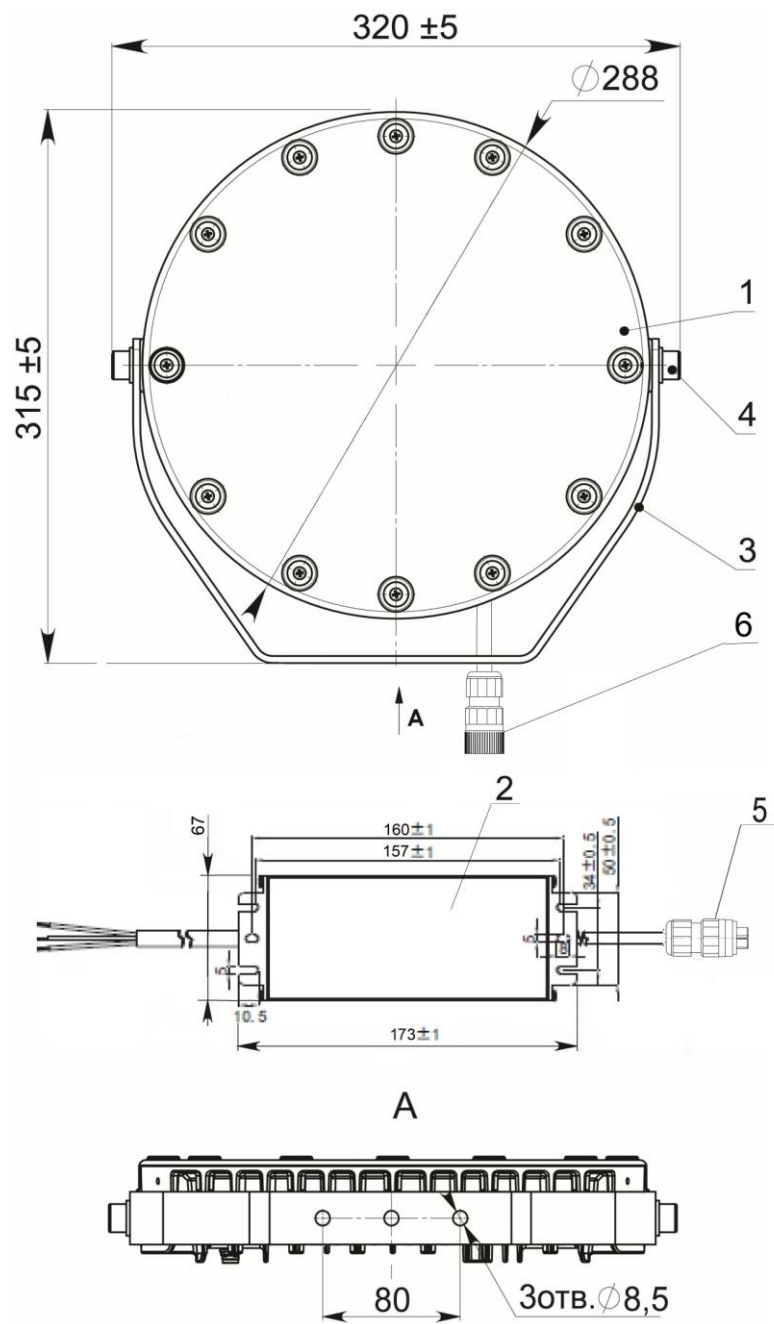

Рис.1
- 2.1. Прожекторы GALAD Аврора LED-48 (рис.1) со светодиодными модулями предназначены для архитектурного освещения зданий.
- 5.1. Установить оптическую часть прожектора (поз.1), закрепив скобу (поз.3) тремя болтами М8 (см. рис.1).